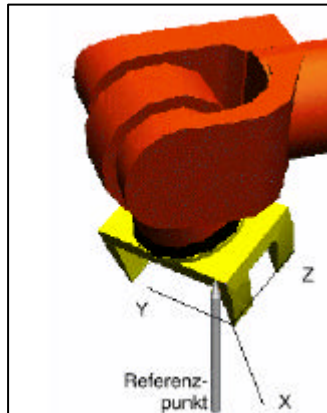

Bild 3.2
- Mit einem Punkt am Werkzeug der dem TCP entgegen der Arbeitsrichtung gegenüber liegt anfahren (Bild 3.2)